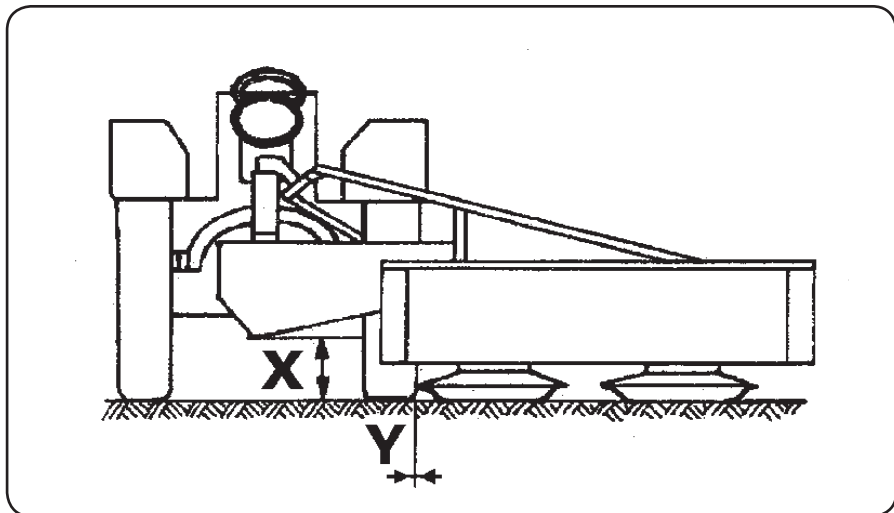
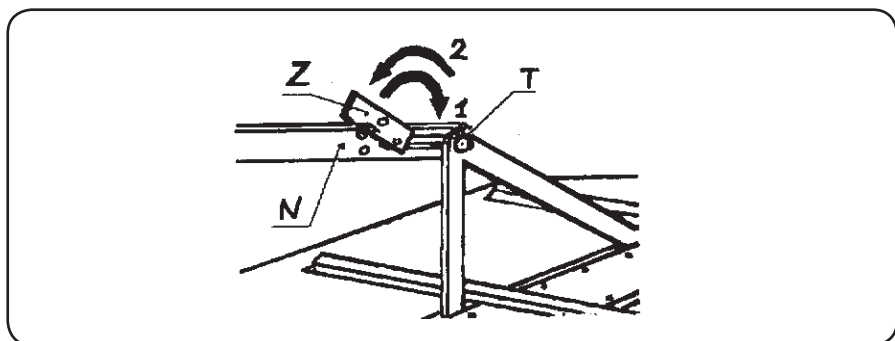

Рис.9. Установка косилки к трактору
Рис.13. Установка собачки «Z» в положении:
- д) повернуть собачку «Z» вниз (согласно стрелки 1 **Рис. 13**) в положение, блокирующее перемещение стержня «Т» в отверстии тяги «N»,
- в) повернуть собачку «Z» (в соответствии со стрелкой 2, Рис.13) в позицию, позволяющую на перемещение стержня «Т» в продольном отверстии тяги «N» (тем самым свободное копирование местности),
- Определить позицию рамы навески косилки так, чтобы удержать величину (X) (Рис.9), которая должна составлять около 30 см, а стержень «Т» должен занимать среднюю позицию продольного отверстия в тяге «N» (Рис.13). Эту регулировку следует провести при помощи смены длинны правой подвески (9) (Рис.3.)